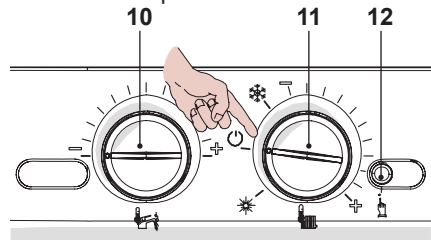

Рисунок 8.13
- Чтобы выйти из режима программирования, установите переключатель функций 11 в положение (Рисунок 8.13) и выключите электропитание котла.